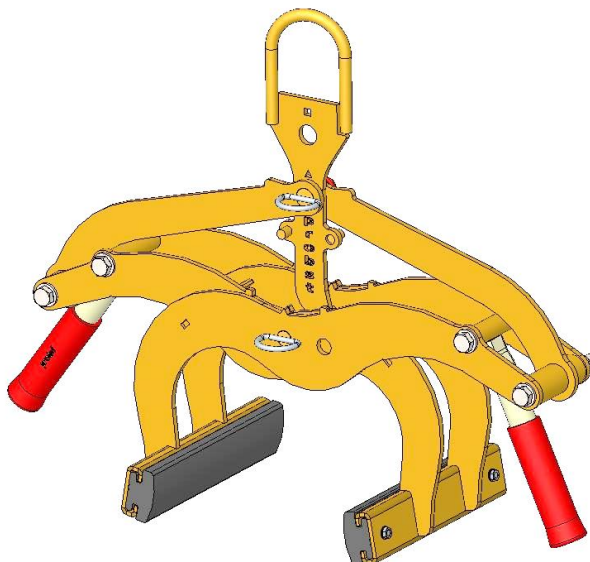
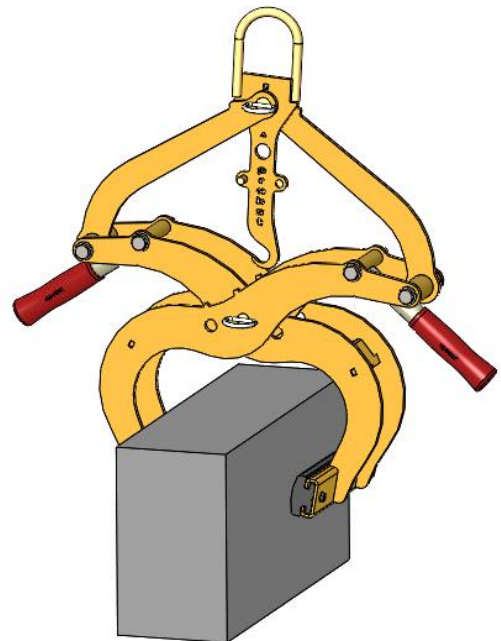

Abb.2
Abb.3
- Para este alcance de agarramento, as marcas triangulares ▲ nos braços de agarramento (no meio da unidade) devem ser congruentes (Fig. 2) e no gancho de fixação (2) a marcação triangular ▲ deve ser posicionada sobre o pino da tomada com o pino de linchamento (7) (Fig. 3).
- Para ajustar o alcance de prensão, remova o pino com lincha-pino (6) ou o pino com lincha-pino (7).
- Após o ajuste do alcance de agarramento, a unidade deve ser fixada novamente com o pino de tomada com pino de linchamento (7) ou com pino de segurança (6).
- Para esta área de agarrar, as marcações quadradas ■ nos braços de agarrar (no meio da unidade) devem ser congruentes (Fig. 2) e no gancho de travamento (2) a marcação quadrada ■ deve ser posicionada acima do pino da tomada com o pino de linchamento (7) (Fig. 3)
- Para ajustar o alcance de prensão, remova o parafuso de segurança (6) e o pino com lincha-pino (7). **Nunca puxe os dois parafusos ao mesmo tempo** (sempre um após o outro)!